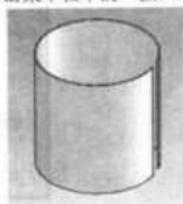

图 8-53 带圆柱面的钣金零件
- (1) 绘制一开环轮廓圆弧，圆弧必须与直线相切。
- (2) 单击钣金工具栏中的 B (基体 - 法兰/薄片) 工具，或单击菜单栏中的“插入”→“钣金”→“基体法兰”命令，显示“基体法兰”属性管理器。
(3) 为“方向 1”选项栏中选择终止条件，并设定深度的数值。
(4) 在“钣金参数”选项栏中设定厚度的数值。如有必要，可勾选“反向”复选框，则向预览中所示方向的反向延伸特征。设定折弯半径的数值。
(5) 设定折弯系数和自动切释放槽的类型。
(6) 单击 C (确定) 按钮，生成带圆柱面的钣金零件，如图 8-53 所示。